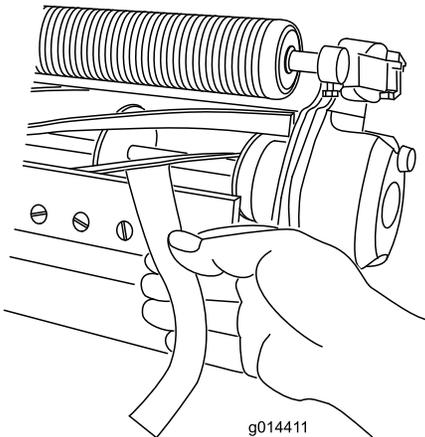

Bild 5
2. Einstellschraubenmutter für Untermesser (2)
B. Führen Sie einen langen Streifen des Schneidleistungspapiers senkrecht zum Untermesser (**Bild 5**) zwischen die Spindel und das Untermesser ein, drehen Sie die Spindel dann **langsam** nach vorne. Sie sollte das Papier zerschneiden. Wiederholen Sie ansonsten die Schritte **A** und **B**, bis das Papier zerschnitten wird.
11. Führen Sie einen langen Streifen des Schneidleistungspapiers (Toro Teilenummer 125-5610) senkrecht zum Untermesser (**Bild 5**) zwischen die Spindel und das Untermesser ein, drehen Sie die Spindel dann **langsam** nach vorne. Sie sollte das Papier zerschneiden. Drehen Sie sonst jede Einstellschraube des Untermessers um einen Klick nach rechts und wiederholen Sie diesen Schritt, bis das Papier zerschnitten wird.